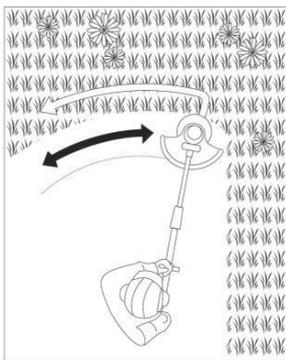

Рис. 3
- Медленно продвигаясь вперед, двигая триммером справа налево с размахом около 30 сантиметров. Рис.3.